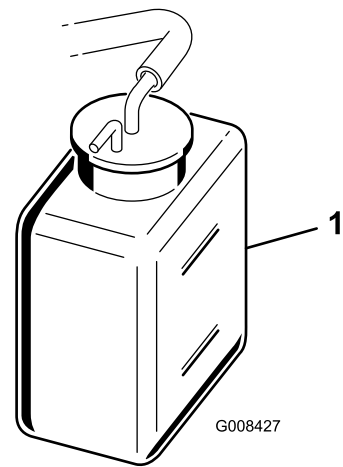

Figure 44
2. Vérifiez le niveau du liquide de refroidissement (Figure 44).